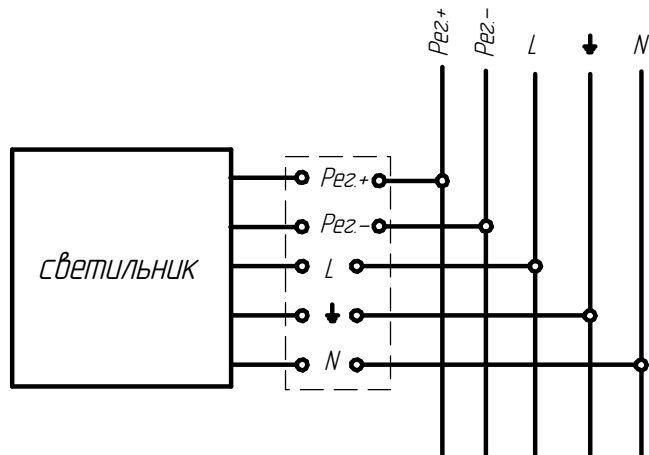

Рисунок 5 - Схема подключения светильника с управлением к сети
6.6 Подключение светильника с функцией управления производить согласно схеме (см. рисунок 5), провода управления подключаются строго с соблюдением полярности, указанной в маркировке.